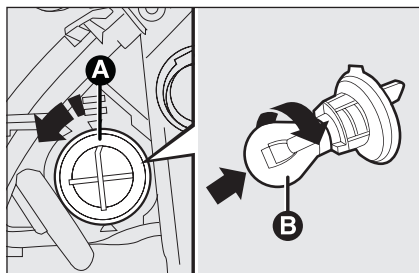

fig. 15
- ☐ gire el soporte de la bombilla en el sentido de las agujas del reloj **A-fig. 15** y quítelo;